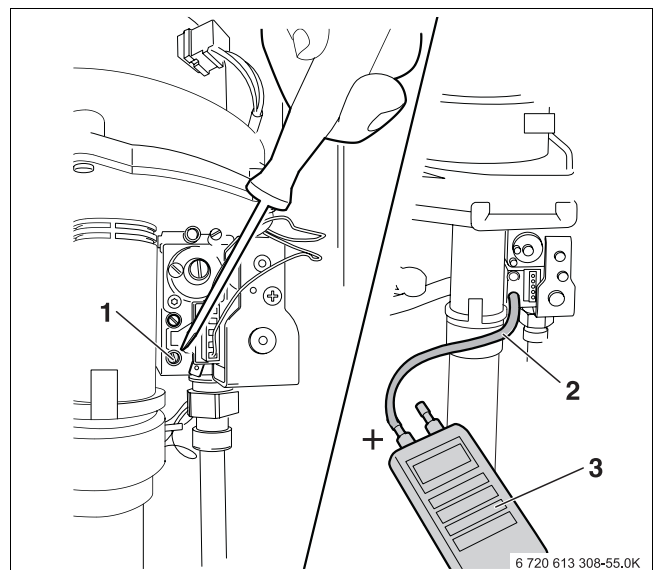

Bild 63 Gas-Anschlussfließdruck messen
- Gashahn schließen (1).
- Verschlusschraube im Anschlussdruck-Messnippel (→ Bild 63, 1, Seite 60) leicht lösen und Schlauch aufstecken.
- Gashahn langsam öffnen (2).
- Entweicht keine Luft mehr, Gashahn wieder schließen (1).
- Schlauch abziehen und die Verschlusschraube am Anschlussdruck-Messnippel (→ Bild 63, 1, Seite 60) wieder festziehen.
- Verschluss im unteren Messnippel (Anschlussdruck-Messnippel) um zwei Umdrehungen lösen (→ Bild 63, 1).
- Messschlauch des Druckmessgerätes auf den Messnippel aufstecken (→ Bild 63, 2).
- Betriebsschalter (1) am BC10 auf „1“ (Ein) stellen.
- Durch Betätigen der Taste „Schornsteinfeger“ (2) den Abgastestbetrieb einschalten. Die Taste solange gedrückt halten (ca. 2 Sekunden), bis der Dezimalpunkt rechts unten im Display (5) erscheint.